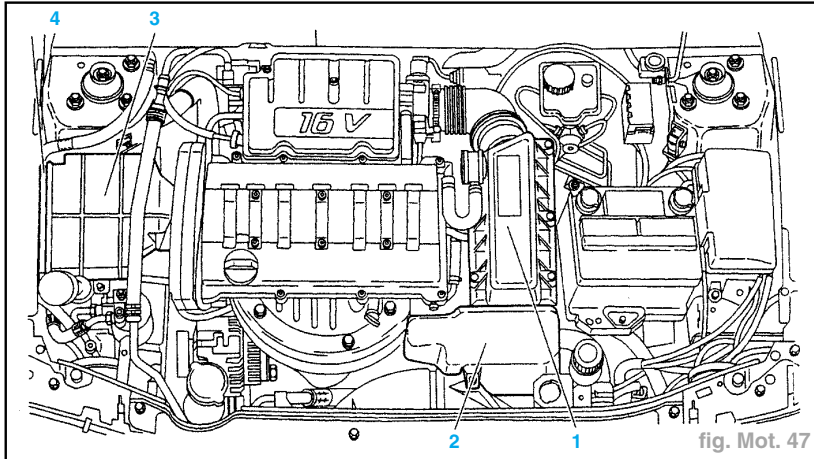

fig. Mot. 47
- Déposer (fig. Mot. 47) :
- le boîtier filtre à air (1),
- le résonateur (2),